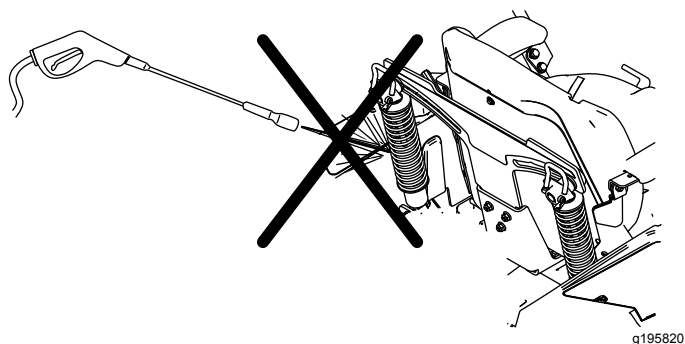

Figura 79
**Nota:** Non pulite i gruppi ammortizzatore con acqua sotto pressione (Figura 79).